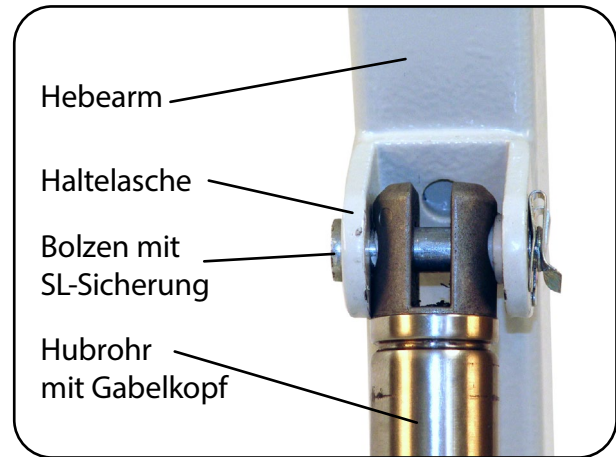

Abb. 13.2.01 – Haltelasche am Hebearm
2. Entfernen Sie die SL-Sicherung und den Bolzen, der den Hubantrieb an der Haltelasche des Hebearms befestigt (Abb. 13.2.01). Schwenken Sie den Hubantrieb nach vorne und montieren den Bolzen mit der SL-Sicherung in der nun freien Haltelasche.